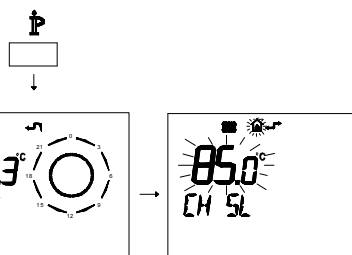

Figura 5.39
- Premere per più di 3 secondi il pulsante para per entrare in modalità **INFO** (Figura 5.39).